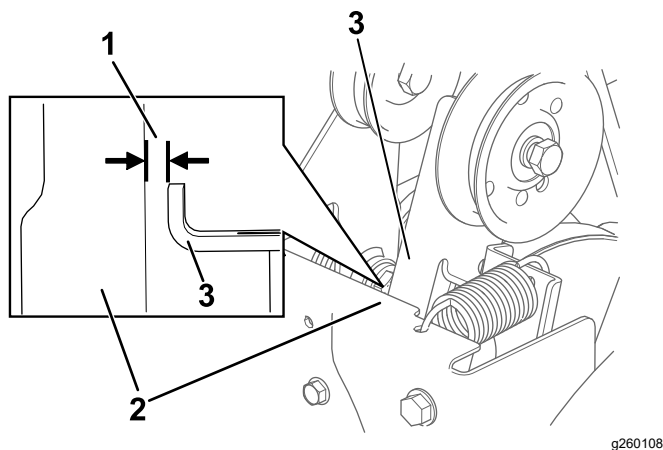

Figura 28
3. Con la palanca del sinfín/impulsor desengranada, compruebe que la distancia entre el brazo del embrague del sinfín y el bastidor de la máquina es de 1.5 mm (1/16"), como se muestra en la Figura 28.